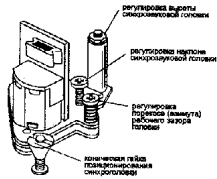

Рис. 6
2. Гвинтами регулювання нахилу і перекосу синхрозвукової головки (рис. 6) встановіть положення її заснування паралельно базі. Більш точного положення блоку нерухомих головок можна домогтися при відтворенні вимірювальної стрічки і контролюючи амплітуду відтвореного звукового сигналу частотою 6 кГц осцилографом. Регулюючи нахил, перекіс і висоту синхрозвукової головки, добийтеся отримання максимального рівня звукового сигналу.
5. Підключіть осцилограф до виходу попереднього відеопідсилювача і синхронізуйте його розгортку імпульсами комутації відеоголовок. Відтворіть вимірювальну стрічку і контролюйте по екрану осцилографа огибающую ЧМ сигналу. Регулятор трекінгу встановіть в середнє положення (якщо ВМ оснащений системою автотрекінгу, відключіть його) і, обертаючи конічну гайку (рис. 6), добийтеся максимального рівня обвідної ЧМ сигналу.